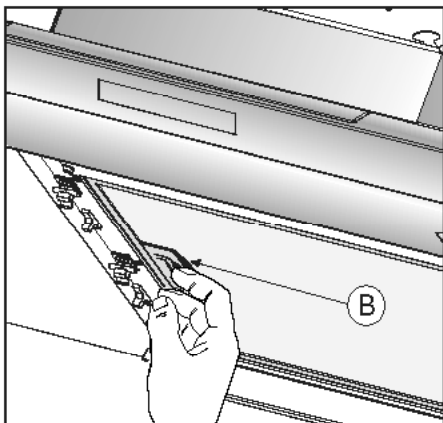

Fig. 6
• Для более легкого монтажа кухонной вытяжки перед началом этой операции снимите фильтр-жироуловитель В (Рис. 6).
Потяните за ручку **B**, как показано на рис. 6.